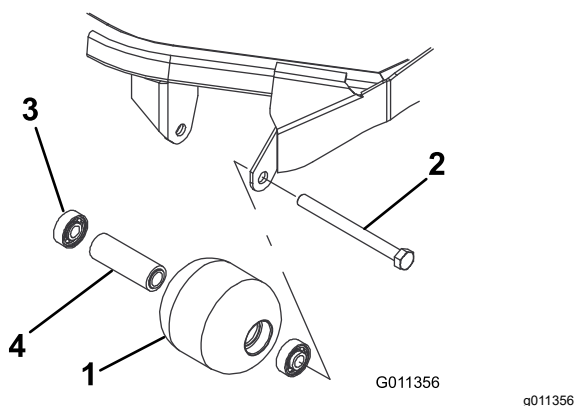

図 17
1. ローラ取り付けボルトを外す 図 17。
4. ローラハウジング、ベアリング、ベアリングスペーサに破損がないか点検する 図 17。破損している部品を交換し、組み立てを行う。
1. 第一のベアリングをローラハウジングに押し込む 図 17。アウターレースのみを押すか、インナーレースとアウターレースを均等に押すかする。
2. スペーサを入れる 図 17。
3. 第二のベアリングをローラハウジングに入れる 図 17 このときは、インナーレースがスペーサに接